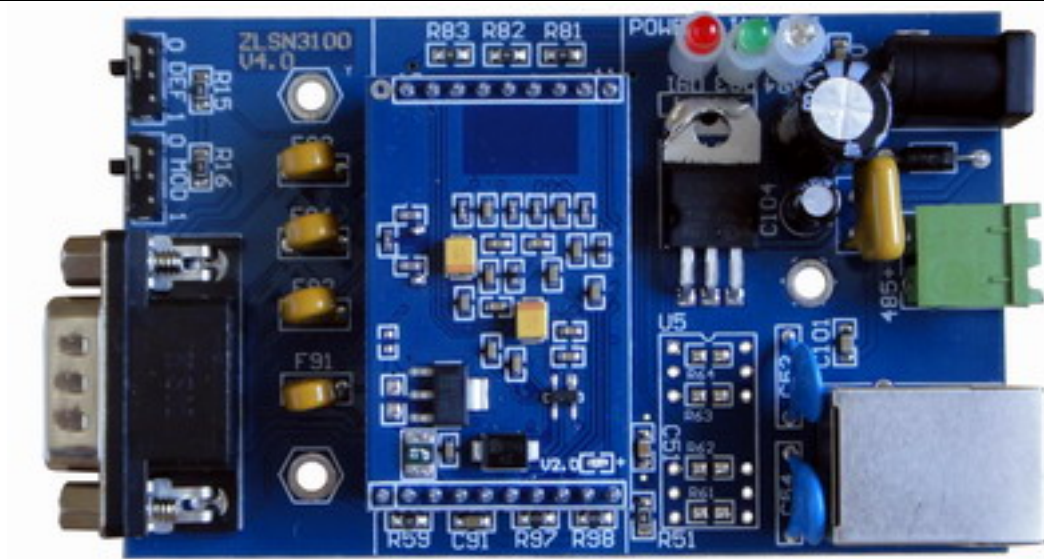
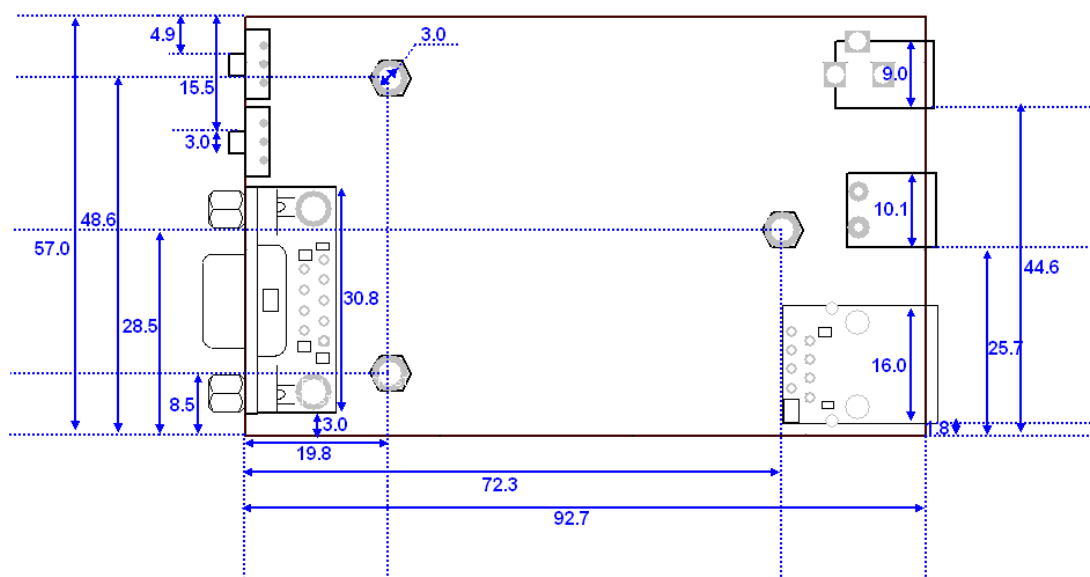

图 3 ZLSN3103 正面图
图 4 ZLSN3103 尺寸图
ZLSN3103 串口服务器的正视图如图 3 所示，尺寸图如图 4 所示。
- a) 二线接线端子：将图 3 所示的绿色端子与用户 485 正负线连接，即可使用，无需安装 DB9_422 转接板。